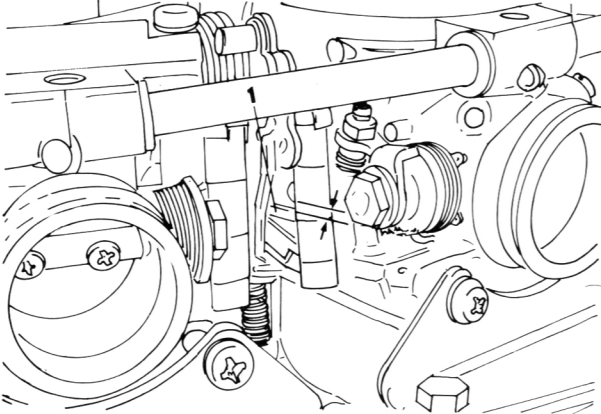

Bild 145
- Den Abstand zwischen Einstellarm und Anschlag am Vergasergehäuse messen (Bild 145). Der vorgeschriebene Abstand beträgt 3,1 bis 3,3 mm.